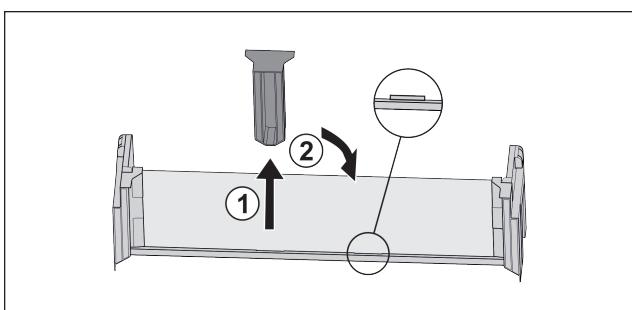

Fig. 124
- Stiahnite stredný prídržný diel Fig. 124 (1).
- Nasadte stredný prídržný diel do druhej pozície Fig. 124 (2).